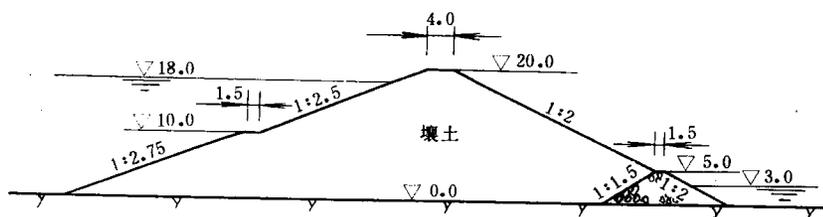

图 1-3-1 均质土坝坝体断面示意图（单位：m）
1. 某均质土坝修建在不透水地基上，坝体土料渗透系数  $K=1 \times 10^{-6} \text{cm/s}$ ，坝体断面尺寸见图 1-3-1，试计算坝体的单宽渗流量，并按比例画出坝体浸润线。